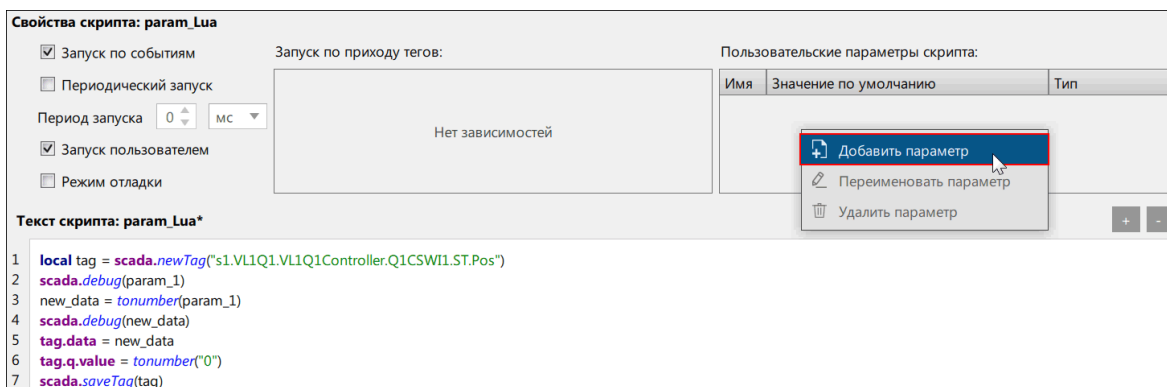

Рисунок 164 - Добавить параметр
2. Нажмите **ПКМ** в форме для пользовательских параметров скрипта и выберите **Добавить параметр** (Рисунок 164).